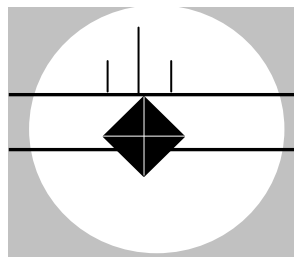

Abbildung 5-11 Bewegung der oberen dünnen Linie zur oberen Spitze
8. Drehen Sie das Okular um 90° im Uhrzeigersinn. Betrachten Sie das Bild durch das Okular. Die dünnen Linien sind nun Horizontal gegenüber der zweiten Diagonalen. (Siehe Abbildung 5-11).
9. Drehen Sie die kleine Verstellechraube des Messmikroskop um die obere Linie nach oben Richtung der Spitze des Eindrucks zu bewegen, wie Abbildung 5-11 zeigt. Dieser Vorgang wird beide Linien gleichzeitig bewegen.